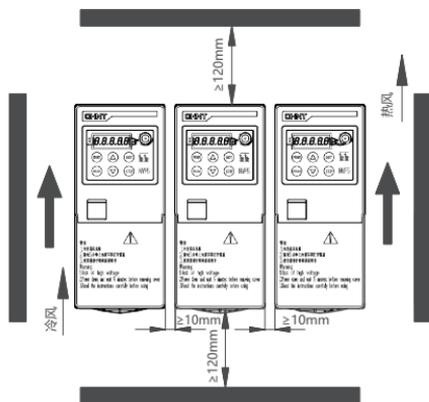
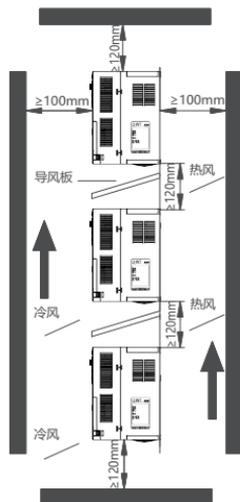

图3-1 变频器安装示意图
图3-2 多台变频器垂直安装
- 使用变频器时, 请注意安装间距及距离要求, 如图3-1和图3-2多台并排安装和多台垂直安装安装示例。